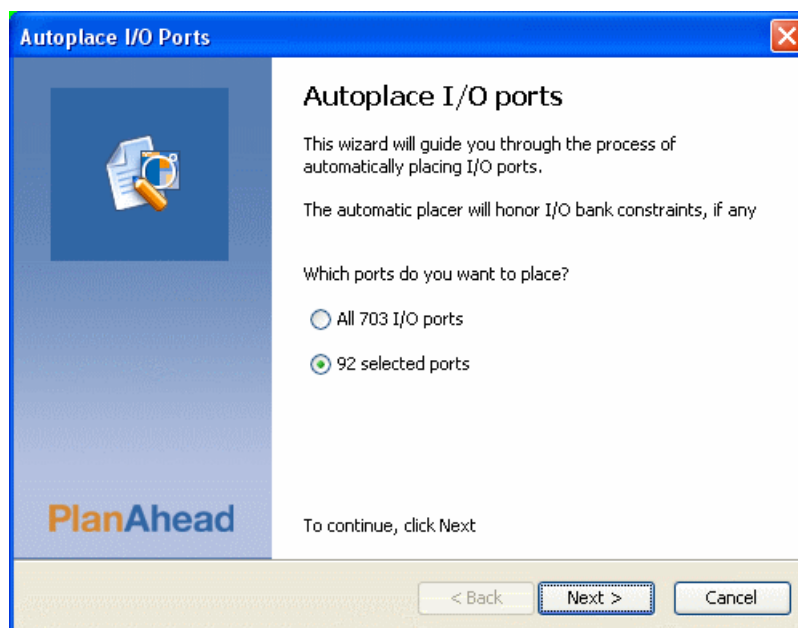

図 8-23 : Autoplace I/O Ports ウィザード
- 277 ページの図 8-23 に示す Autoplace I/O Ports ウィザードが表示されます。